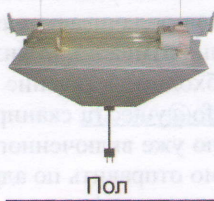

Рис. 2
3. Установите рабочий (с лампой) блок стерилизатора на стену, надев его на предварительно вкрученные в стену винты (рис. 2). Вставьте в специальное гнездо в нижней части установленного рабочего модуля кабель питания.